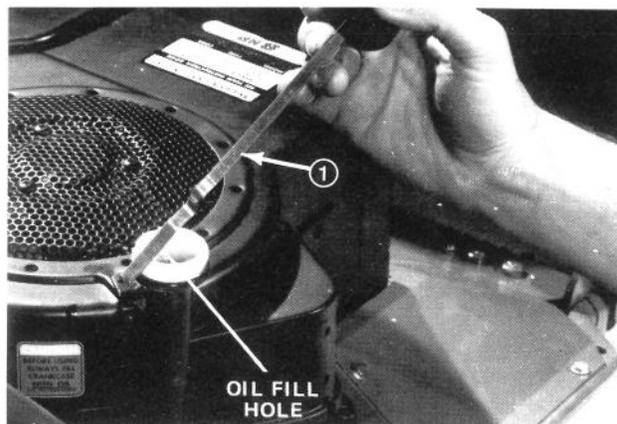

Abbildung 6
2. Den Ölmeßstab abschrauben und aus dem Ölfüllstutzen entfernen (Abb. 6).
3. Den Fülldeckel vom Tank entfernen (Abb. 6) und diesen mit bleifreiem oder verbleitem Normalbenzin befüllen. Dann den Tankdeckel wieder aufsetzen.